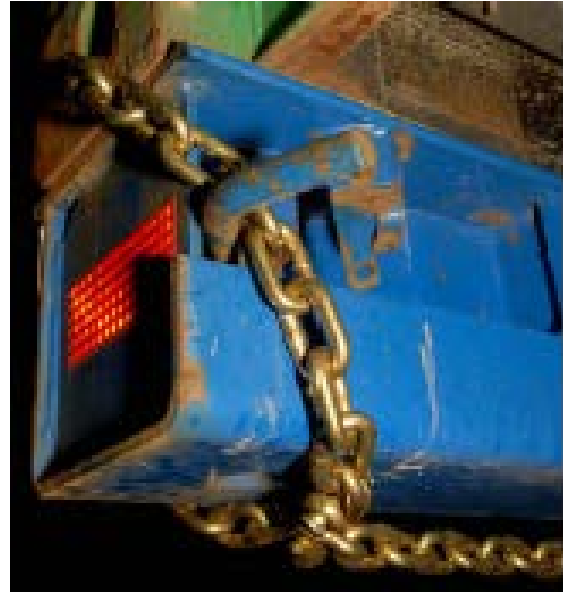

Figure 3 : Arrimage au moyen d'une chaîne
1. Le 49 CFR §393.126 permet qu'un conteneur intermodal soit arrimé au moyen de chaînes ou câbles d'acier. Pour la Norme 10, une interprétation permet d'utiliser des chaînes ou câbles d'aciers seulement dans le cas où des dispositifs intégrés de verrouillage ne fonctionnent pas correctement. Voyez, en exemple, la figure 3.